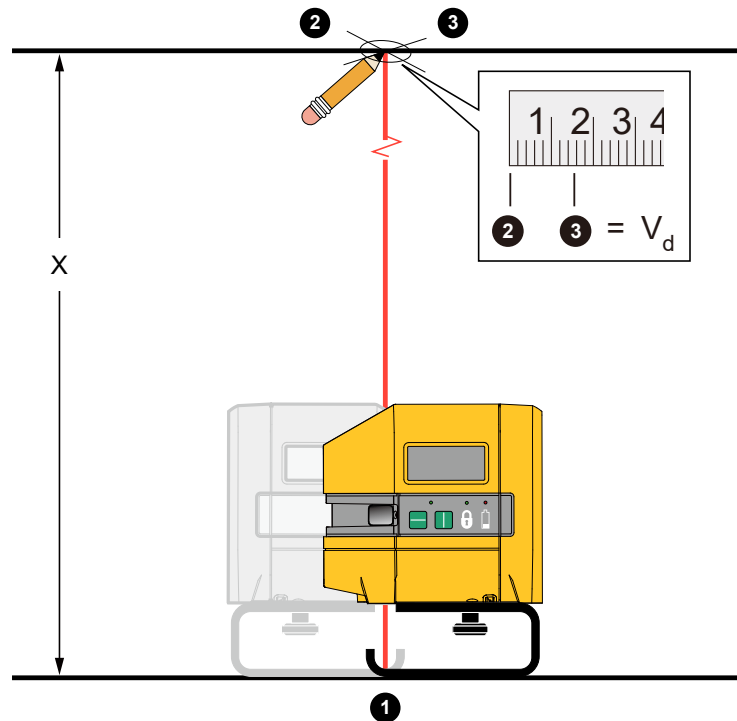

Figure 9. Précision de l'aplomb
2. Placez une croix en bas du site. ❶
3. Centrez le laser à point descendant sur les deux axes de la croix. Voir la Figure 9.